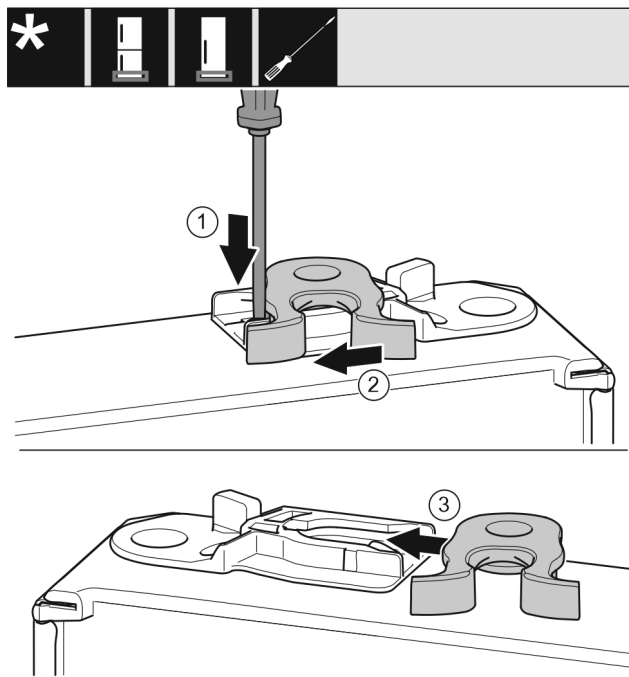

Fig. 16
- Plochým šroubovákem přitlačte lamelu dolů. Fig. 16 (1)
- Vytáhněte petlici z vedení. Fig. 16 (2)
- Petlici zasuňte do vedení na druhé straně. Fig. 16 (3)